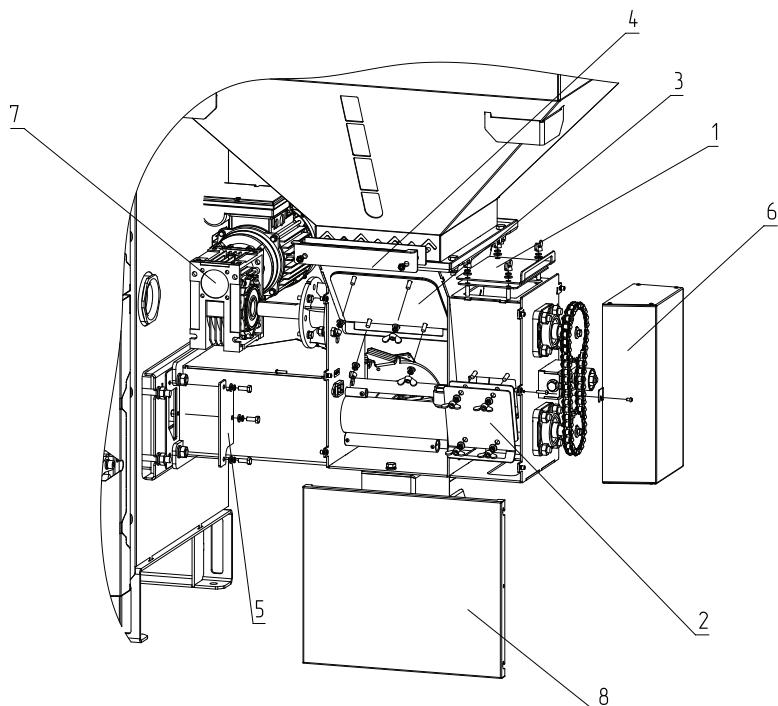

Рис.17 Обслуживание механизма подачи
- Для замены двигателя (**Рис.17, поз.7**) необходимо снять его с адаптера, предварительно открутив крепежи М6. Отключить разъём двигателя. Заменить сломанную деталь или весь узел. В случае замены двигателя, жгут выходящий из распределительной коробки двигателя необходимо переставить со сломанного в новый (рекомендуется записать или сфотографировать схему подключения перед снятием двигателя).
- При полном заклинивании шнека, необходимо выключить котел, снять заглушки (**Рис.17, поз.1; поз.2; поз.3**). Проверить шнеки на наличие инородных предметов и ниток от мешков, которые могут затруднить движение топлива по механизму подачи. Удалите инородные предметы и установите заглушки.
- При необходимости снять бункер, если в нем находится топливо, необходимо открутить заглушку стоп-топлива (**Рис.17, поз.4**).
- Для обслуживания цепи и подшипников, необходимо снять крышку передаточного узла (**Рис.17, поз.6**).
Внимание! Когда узел не обслуживается крышка передаточного узла (**Рис.17, поз.6**) должна оставаться закрытой, чтобы избежать травм и для защиты смазанных улов от воздействия пыли и грязи.
- Для замены ТЭНы авторозжига необходимо снять заглушку (**Рис.17, поз.5**), открутив винты М5. Затем извлечь ТЭНу из окошка и заменит на новую.